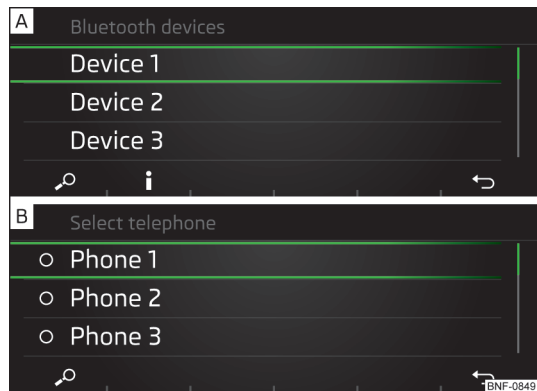

Fig. 110
- Vælg den ønskede telefon » Fig. 110 – **A** på listen over fundne eksterne Bluetooth®-apparater.
- Tryk på funktionsknappen  for at få **vist** informationer om etablering af forbindelse med et eksternt Bluetooth®-apparat » Fig. 110 – **A**.
- Vælg den ønskede telefon » Fig. 110 – **B** eller det eksterne Bluetooth®-apparat » Fig. 118 på side 86 – **A** på den viste liste.